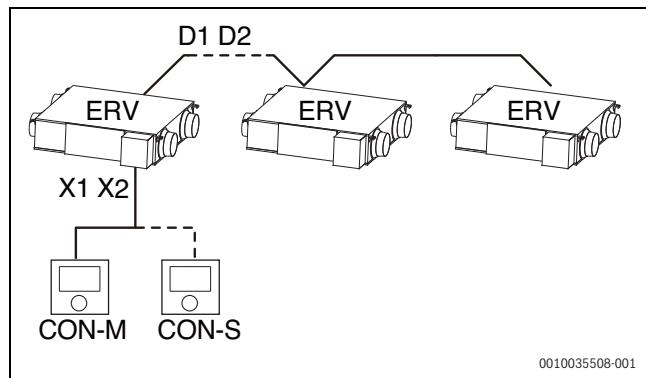

Fig. 17 Unités ERV multiples
- Groupe de 16 ERV max., contrôlé uniquement par un ou deux appareils de régulation (maître/esclave) (→ fig. 17).